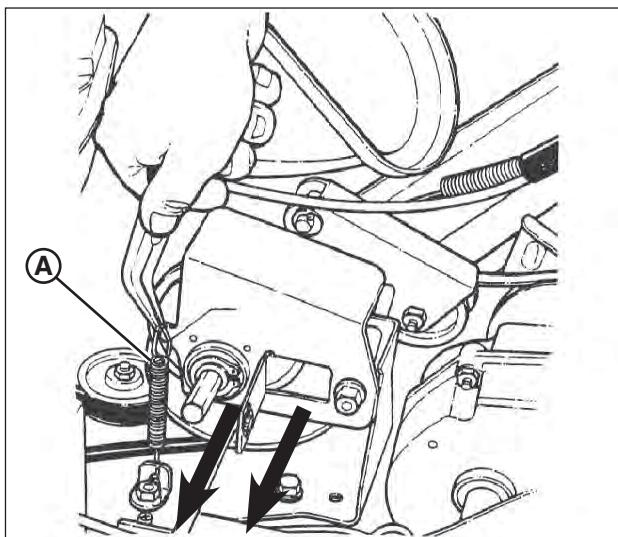

Figure 30 : Enlever l'ensemble disque entraîné
2. À l'aide d'une pince à becs pointus, décrocher le ressort d'entraînement (**A**, **Figure 30**) et glisser l'ensemble disque entraîné hors de l'arbre hex.